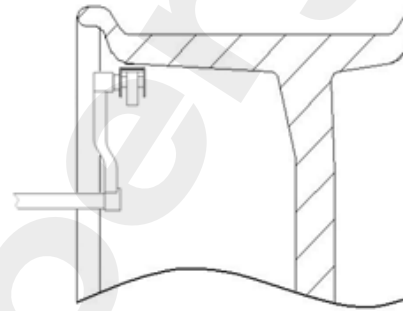

Рис. 9-6
1. При набивке или наклейке балансировочного грузика снаружи диска колеса (например, в режиме балансировки ALU2) грузик устанавливается в положении на «12 часов», см. рис. 9-6